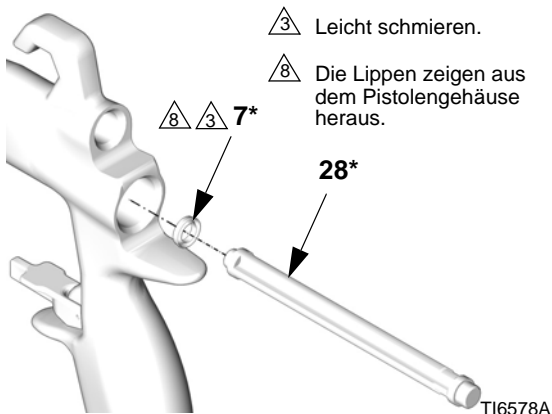

ABB. 41
3. Die neue U-Dichtung (7\*) auf das Dichtungseinbauwerkzeug (28\*) legen, wobei die Lippen der U-Dichtung wie in gezeigt zum Werkzeug gerichtet sind ABB. 41. Die U-Dichtung von hinten in die Pistole drücken, bis sie spürbar einrastet.